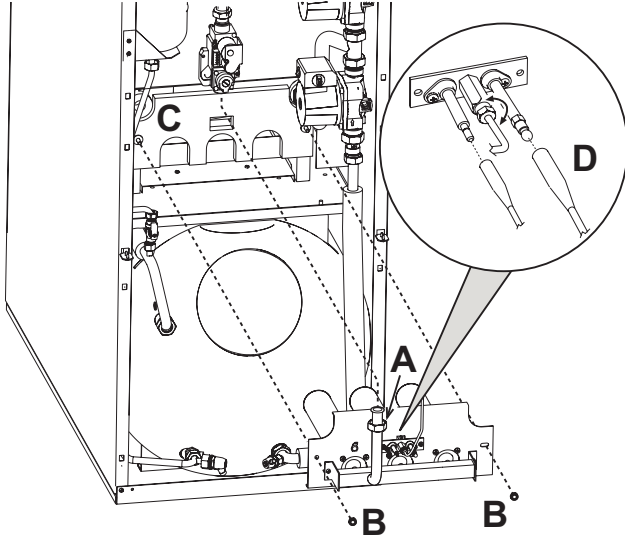

fig. 22 - Desmontaje de los quemadores
- Desenroscar las dos tuercas que fijan la puerta de la cámara de combustión a los elementos en fundición de la caldera (fig. 22).